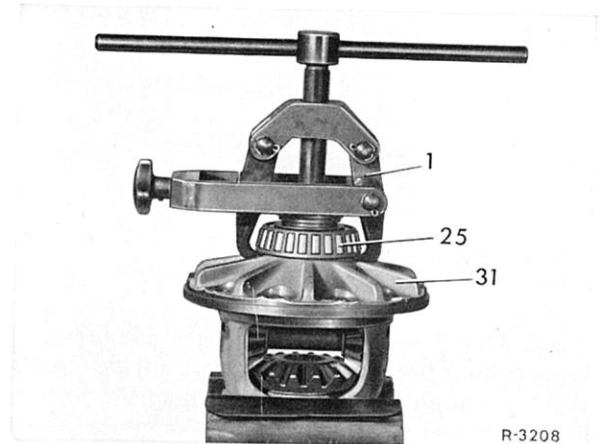

Bild 35-2/2
- 2 Spannstift (28) für den Ausgleichbolzen (36) mit einem passenden Dorn aus dem Ausgleichgetriebegehäuse herausschlagen (Bild 35-2/1).